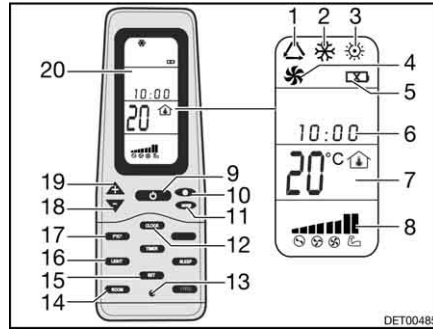

Bild 200 Fernbedienung
- Die Taste ON/OFF (Bild 200,9) drücken.
- Die Taste "Mode" (Bild 200,11) so oft drücken, bis die gewünschte Betriebsart (Bild 200,1, 2, 3 oder 4) auf dem Display (Bild 200,20) angezeigt wird.
- Mit den Tasten "+" (Bild 200,19) und "-" (Bild 200,18) die gewünschte Temperatur einstellen.
- Mit der Taste Lüftergeschwindigkeit (Bild 200,10) die gewünschte Lüfterstufe wählen.